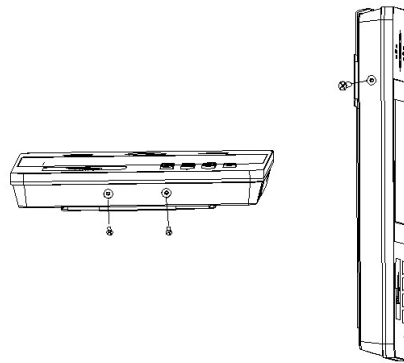

图4-2
- 用 4 个螺丝在门禁机左右两侧和底部拧紧锁定，如图 4-2。